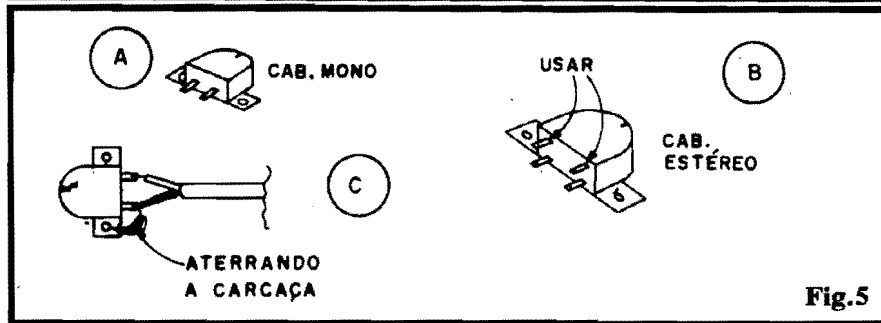

Fig.5
- FIG. 5 - DETALHES A RESPEITO DA CABEÇA MAGNÉTICA - Conforme já foi mencionado, tanto podem ser usados cabeçotes mono (5-A) como estéreo (5-B). Como não há, no circuito do TESTA-DOLAR, a necessidade de mais de um canal, os correspondentes terminais do cabeçote magnético podem ser simplesmente desprezados (ver indicação em 5-A). Em alguns casos, as "orelhas" de fixação do cabeçote podem apresentar dobras ou ângu-
los que venham a dificultar a sua instalação de maneira simples no TESTA-DOLAR... Se isso se verificar, basta cortar as eventuais dobras ou "sobras", deixando no máximo as duas orelhas de fixação conforme sugere a figura... Como não haverá necessidade de precisos ajustes de posicionamento ou azimute, todas as "frescuras" mecânicas inerentes ao cabeçote podem ser ignoradas... Para "reforçar" o efeito de blindagem, convém que o condutor de "terra" do cabo blindado (correspondente à malha do dito cabo) seja ligado não só a um dos terminais utilizados do cabeçote, mas também ao próprio corpo ou estrutura metálica do dito sensor, conforme sugere a fig. 5-C. Nos nossos testes, com um cabo de ligação do cabeçote bastante curto (cerca de 5 cm.), essa conexão não se mostrou obrigatória, contudo "o que sobra não falta", então...